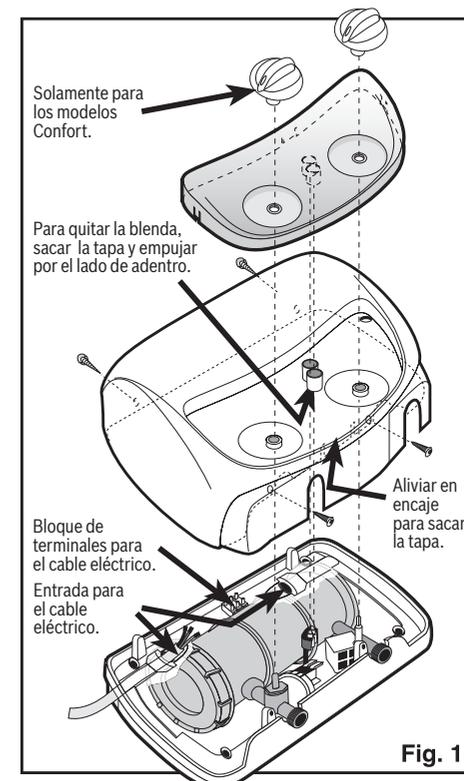

Fig. 1
- Retire la tapa del aparato. (Fig.1)
- Regular los botones y cerrar la tapa con 4 tornillos. Ver la tabla de montaje (Fig1) . La tapa debe estar bien conectada.